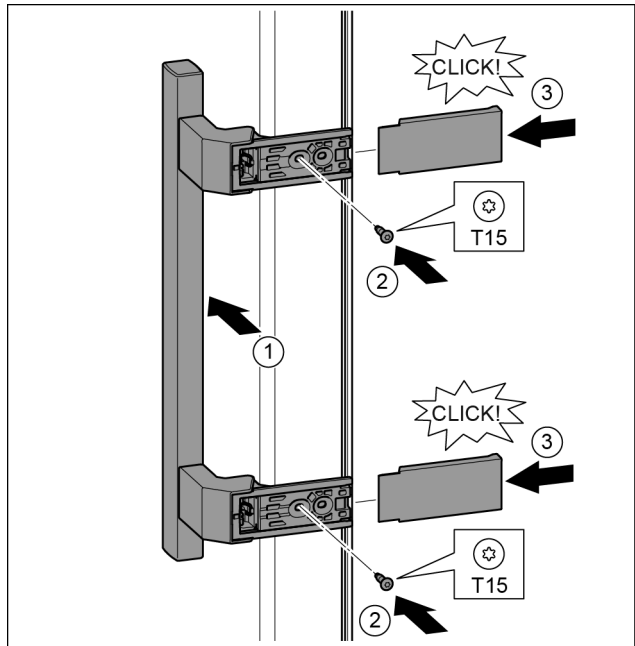

Fig. 19
- ▶ A fogantyút az ellenkező oldalra helyezze fel. Fig. 19 (1)
- ▶ Húzza meg a csavarokat a T15 csavarhúzóval. Fig. 19 (2)
- ▶ A fedelet helyezze fel oldalra és tolja fel. Fig. 19 (3)